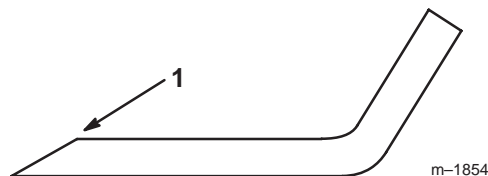

Figure 31
1. Au moyen d'une lime, aiguiser les tranchants aux deux extrémités de la lame (Fig. 31) en veillant à conserver l'angle de coupe d'origine. Limez la même quantité de métal sur chacun des deux tranchants pour ne pas déséquilibrer la lame.